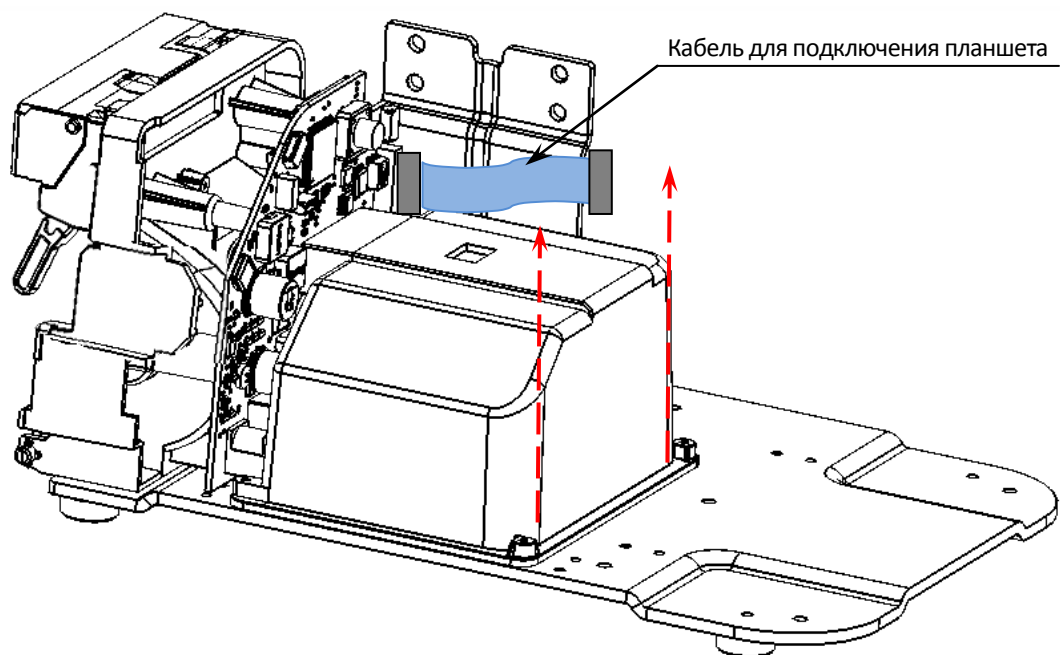

Рисунок 33. Отделение задней части отсека от дна корпуса ККТ
16. Аккуратно установить отсек, совместив проемы отсека со стойкой подрамника и разъемами БУ (рисунок 33).